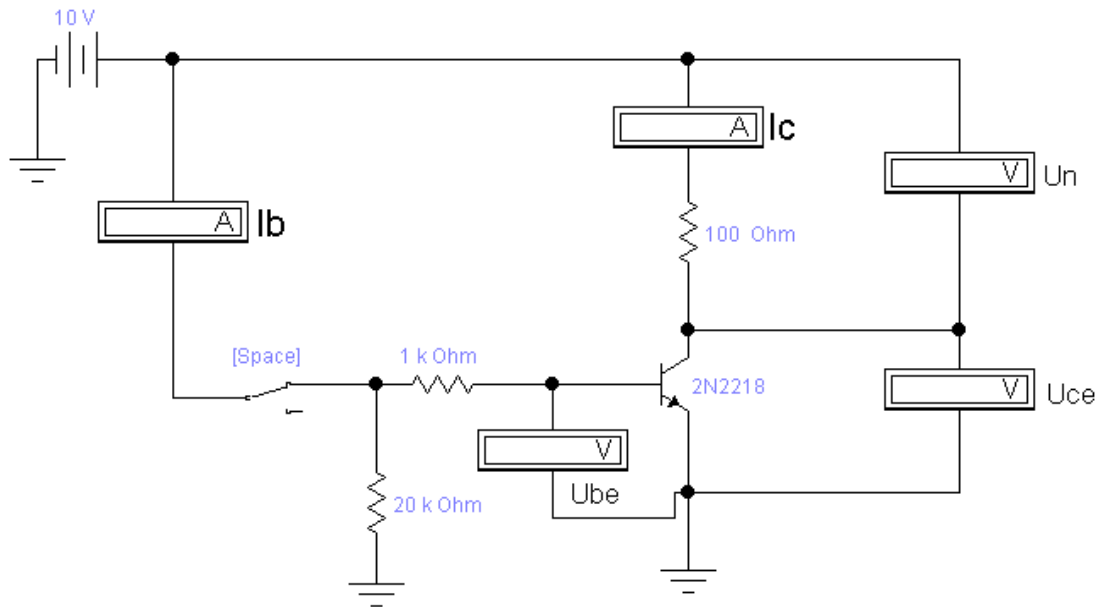

Рис. 1. Исследование работы транзистора в ключевом режиме
1. Собрать схему для исследования биполярного транзистора 2N2218 (рисунок 1). Какой коэффициент передачи по току данного транзистора? Каким при этом должен быть ток нагрузки? Проверить, совпадает ли предполагаемое значение с полученным, объяснить результат.